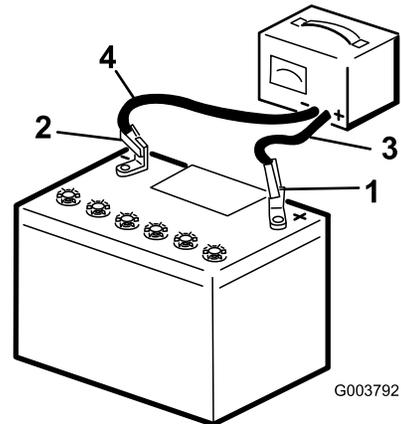

Figura 67
3. Conecte el cable positivo del cargador de la batería al borne positivo de la batería (Figura 67).
4. Conecte el cable negativo del cargador de la batería al borne negativo de la batería (Figura 67).
6. Cuando la batería esté completamente cargada, desconecte el cargador de la fuente eléctrica, luego desconecte los cables del cargador de los bornes de la batería (Figura 67).